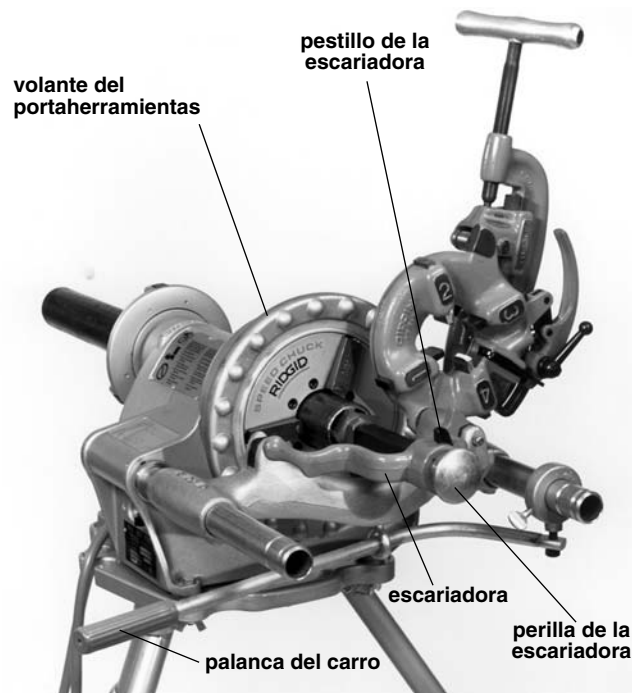

Figura 10 – Escariado de tubos con la Escariadora No. 341
1. Mueva el brazo de la escariadora a su posición de escariado (Figura 10).